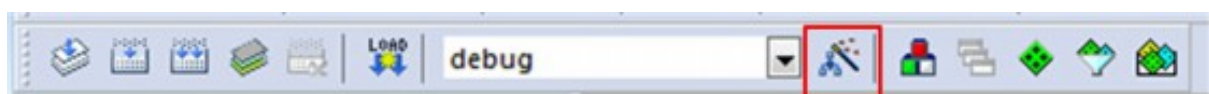
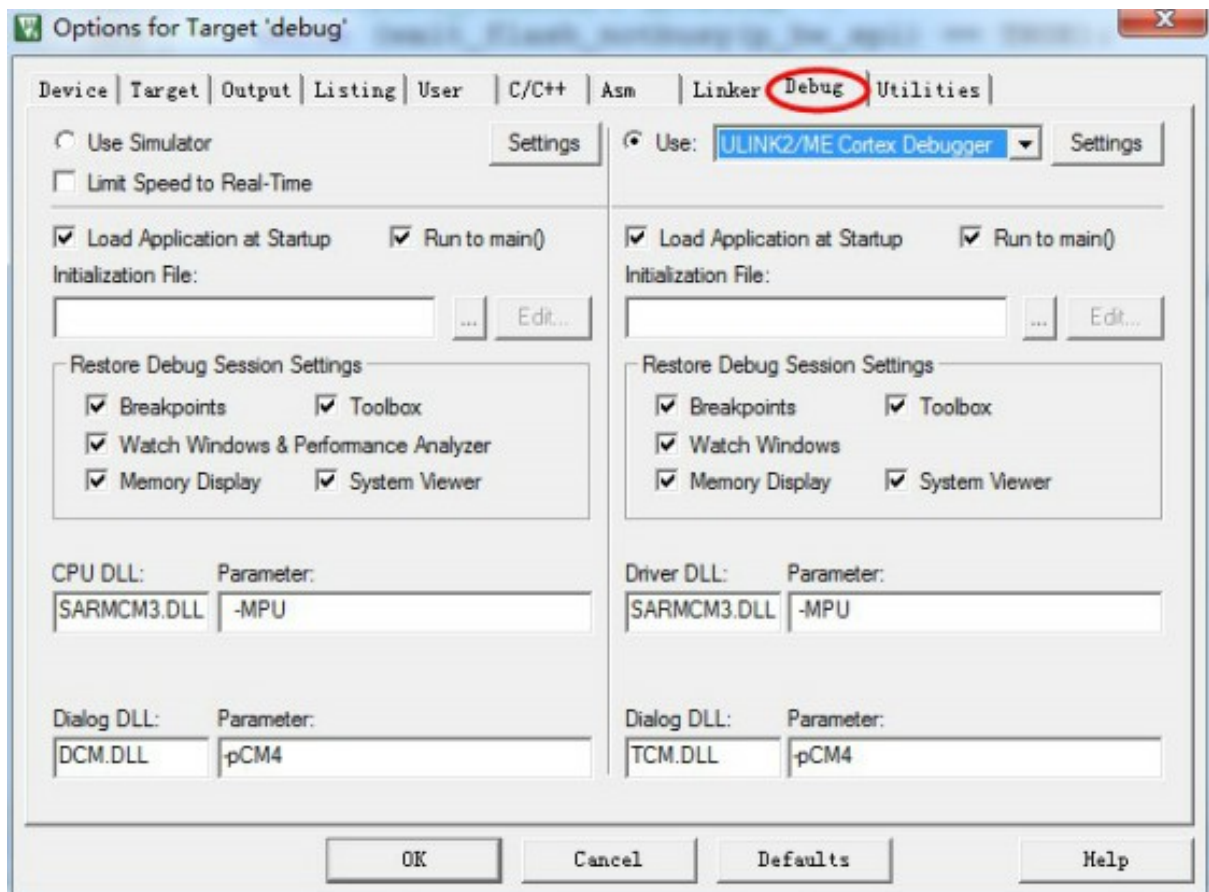
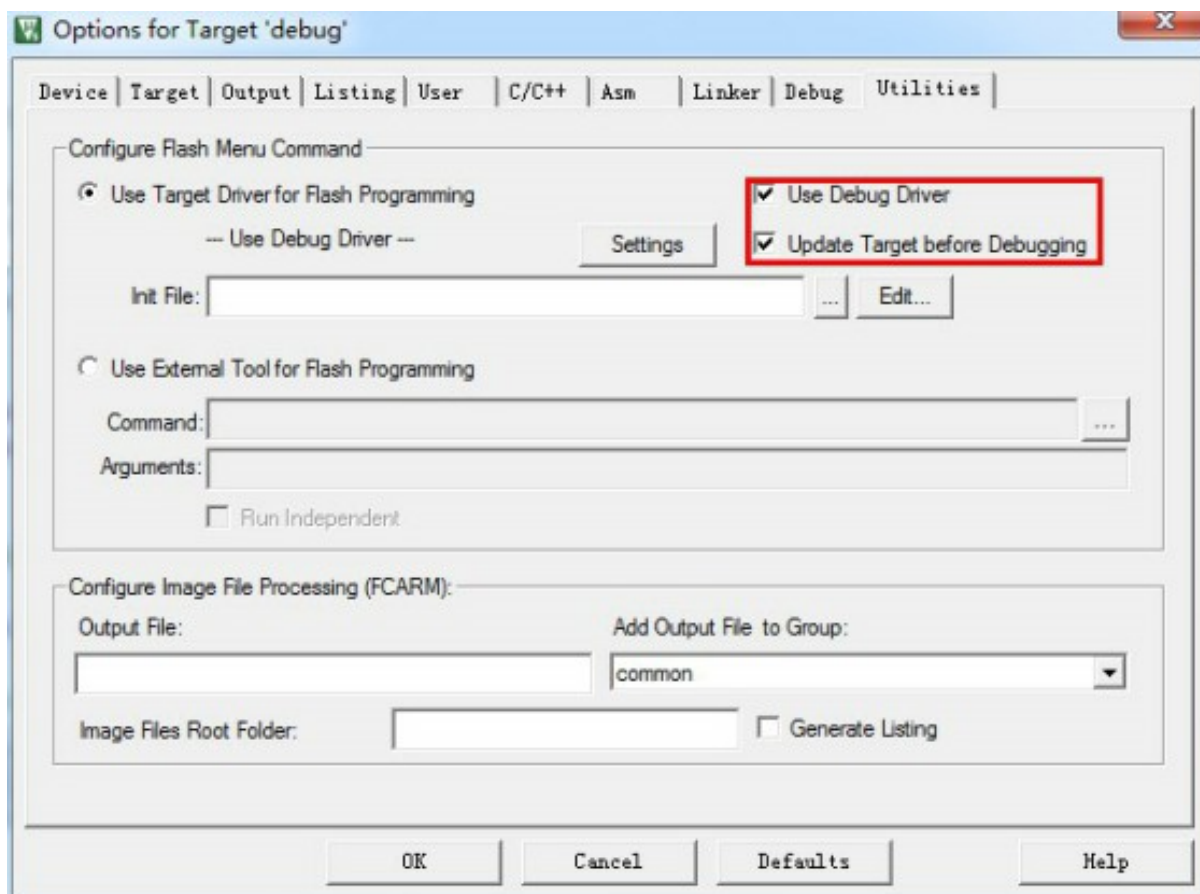

图 84: 进入工程设置
图 85: 工程配置窗口
图 96: Utilities 配置
(1) 点击如图 84 所示的【Target Options】图标，弹出工程的配置窗口，切换到【Debug】设置页面，如图 85 所示。
(5) 回到工程配置窗口 图 85，切换到【Utilities】配置页面，勾选【Use Debug Driver】即选择 Flash 编程工具为【Debug】配置工具，点击【OK】结束所有配置。如 图 96 所示。